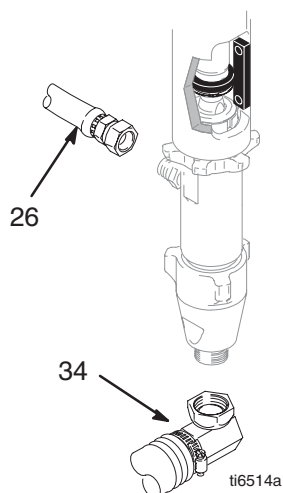

Рис. 11
3. См. Рис. 11 — 13. Снимите насос.
3. См. Рис. 11. Отсоедините трубку всасывания (34) и шланг (26).